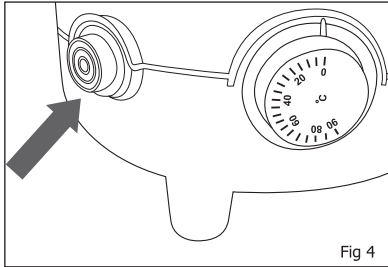

Fig 4
- Conecte el aparato mediante el interruptor verde (Fig. 4). El interruptor se iluminará cuando la máquina esté encendida.